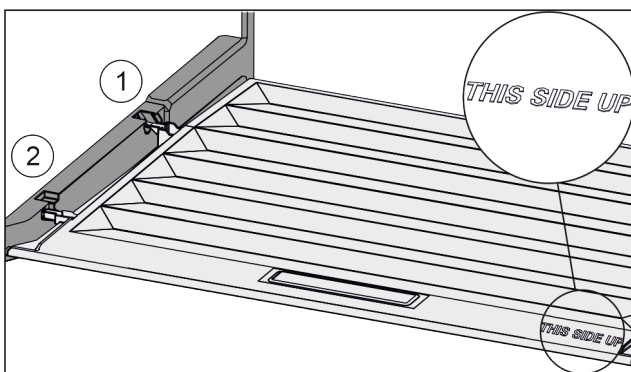

Fig. 35
- ▶ Výstupky veka zaveďte cez otvor zadného držiaka Fig. 35 (1) a zaistite vpredu v držiaku Fig. 35 (2).